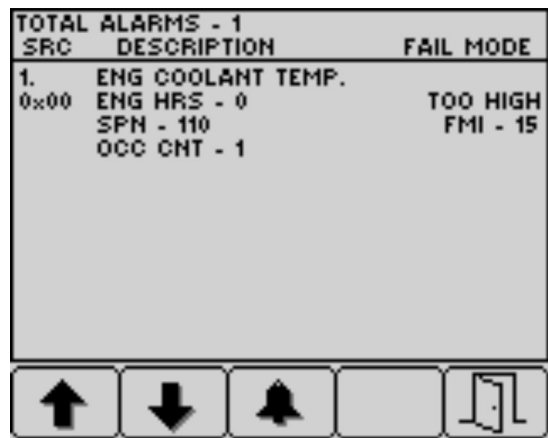

Bild 36
- Betätigen Sie die Taste 5, um die Liste der aktiven Störungen zu verlassen und in den Startbildschirm zu wechseln (Bild 36).
5. Betätigen Sie die Taste 5, um die Liste der aktiven Störungen zu verlassen und in den Startbildschirm zu wechseln, siehe Bild 36 in Hinweismeldungen des Motors \(Seite 35\).